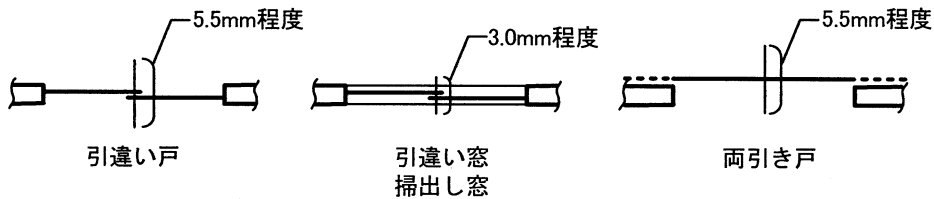

図 1
<「立面図1」関係(トレース部)>
- (ウ) 「引違い戸」、「引違い窓・掃出し窓」及び「両引き戸」における、召合わせ部の長さについて、図1のとおりとすること。
ウ. 「立面図 1 (南立面図)」関係(トレース部)